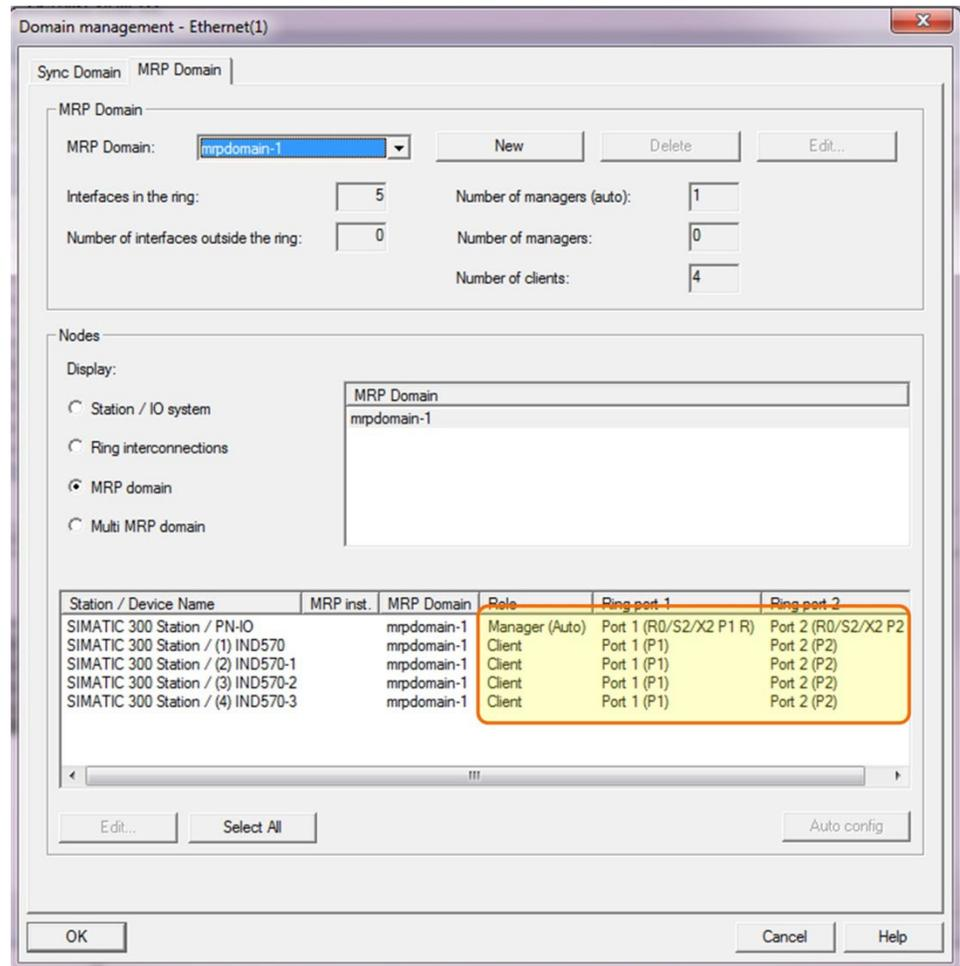

Figure 7-64 : Propriétés du dispositif correctement configurées
3. Le résultat doit être comme ce qui est présenté sur la Figure 7-64.